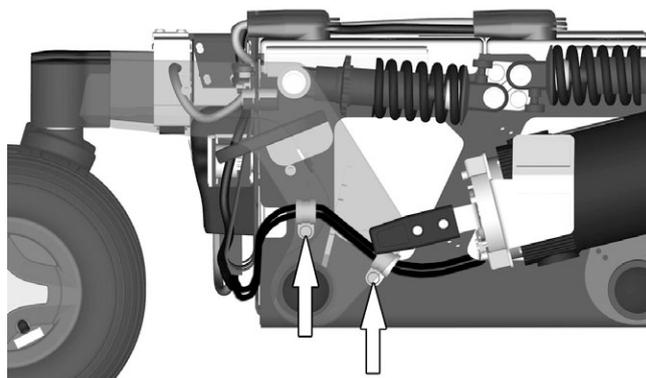

Abbildung 48. Die Kabel von Antriebsmotor und Magnetbremse sind mit zwei Leitungshaltern montiert.
7. Die beiden Leitungshalter demontieren. Siehe Abbildung. 48.